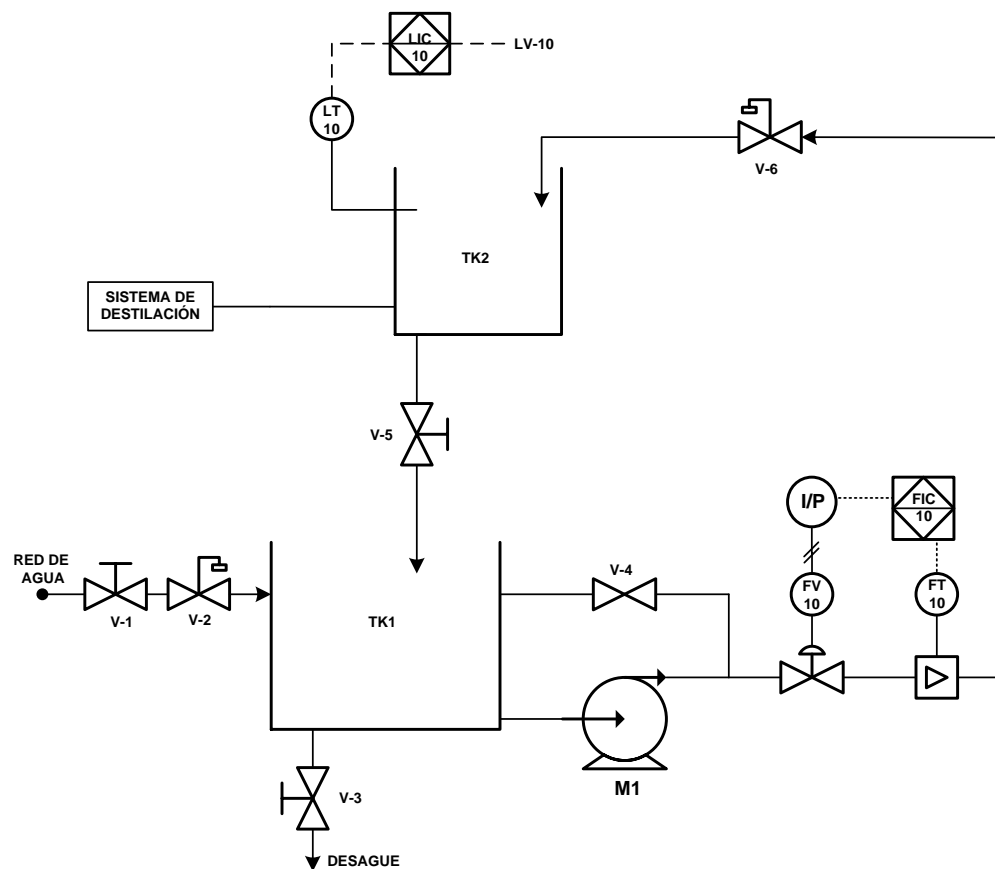

Figura 12. P&ID del Sistema de Nivel y Volumetría en Tanques [11]
- Una válvula de seguridad “V-4”, que protegerá la bomba “M1” al presentarse el cierre de la válvula electroneumática “FV-10” retornando el agua hacia el tanque 1 (TK1). (Ver figura 12)
El agua proveniente de “TK1” ingresa a “TK2” por la parte superior, generando turbulencias, por lo tanto se implementa en TK2 un sistema que convierte el flujo turbulento en flujo laminar, con el fin de evitar errores en la medición de nivel. (Ver figura 12)
El sistema de control de nivel y volumetría en tanques, permite controlar y visualizar dentro de un rango el valor del caudal establecido para el llenado de “TK2”, a través del control de la válvula electro-neumática “FV-10” y el sensor de caudal “FT-10”. A su vez, se controla y visualiza el nivel presente en “TK2”, utilizando la válvula electro-neumática “FV-10”, el sensor de nivel “LT-10” y la válvula de cierre “V-6”; y finalmente se determinará el volumen del líquido presente en “TK2”. (Ver figura 12)